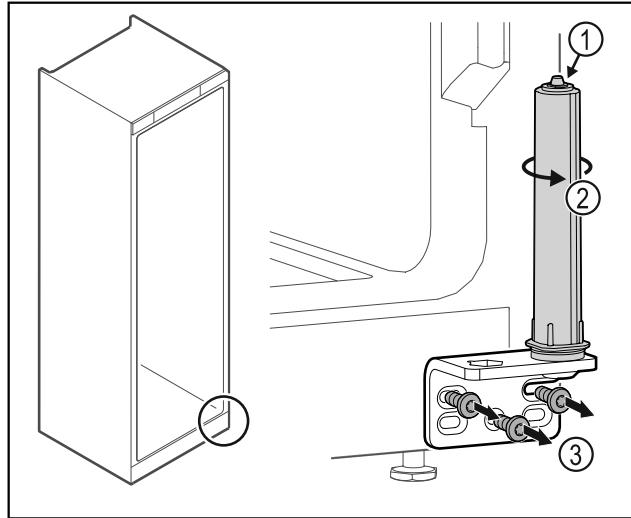

Fig. 18
- Μην αποσυναρμολογείτε το σύστημα κλεισίματος πόρτας Fig. 18 (1).
- Περιστρέψτε το σύστημα κλεισίματος Fig. 18 (2), μέχρι να κάνει κλικ.
- Ξεβιδώστε τη γωνία μεντεσέ Fig. 18 (3).